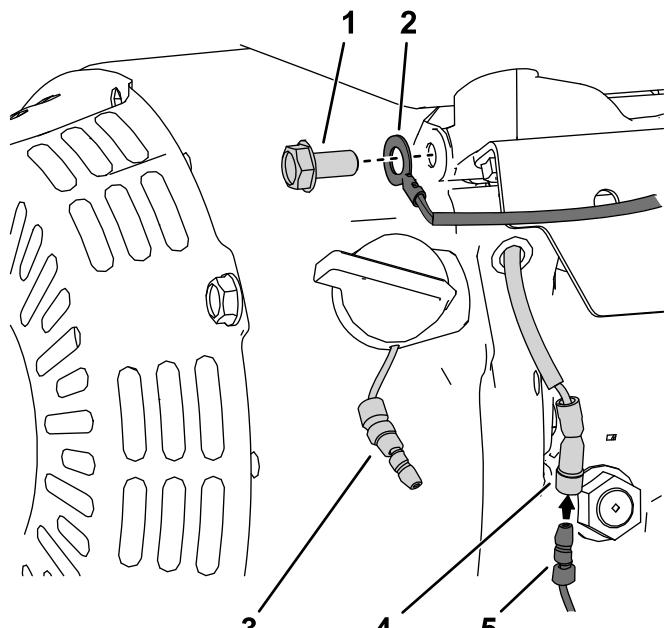

图14
2. 如图14所示使用燃油箱下方的整流罩螺栓安装绿色地线然后将红线连接到发动机连接器。